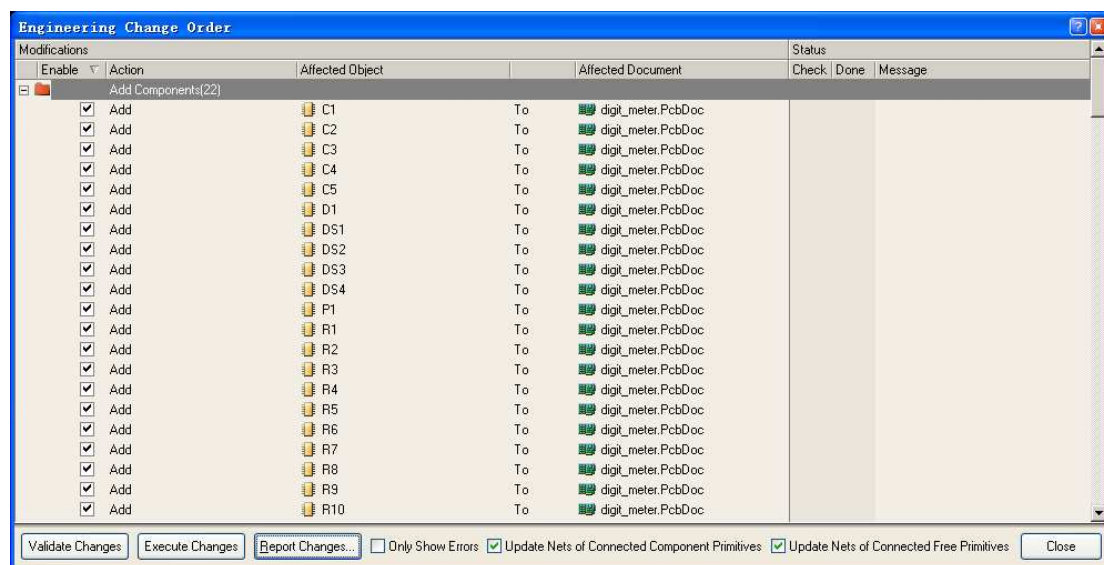

图 7.83 “Engineering Change Order”对话框
(1) 在主菜单中选择“Design”->“Import Changes From Digit_meter_PCB .PrjPcb”命令，打开如图 7.83 所示的“Engineering Change Order”对话框。